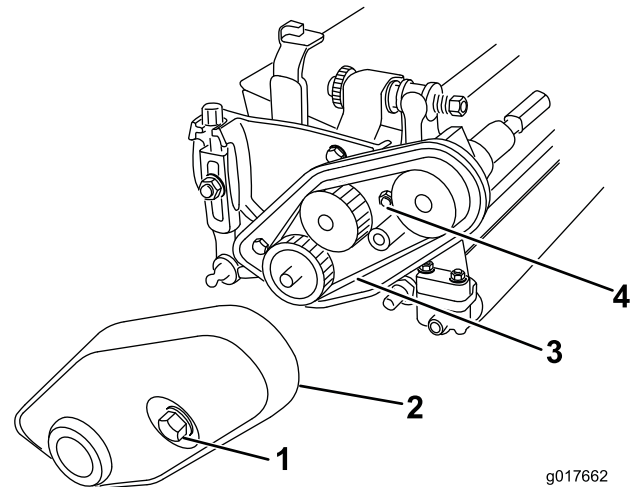

Bild 6
1. Lösen Sie die unverlierbare Schraube, mit der die Riemenabdeckung an der Schneideinheit befestigt ist, bis Sie die Abdeckung abnehmen können (Bild 6).
2. Lösen Sie die Riemenspannmutter und nehmen Sie den Riemen ab (Bild 6).